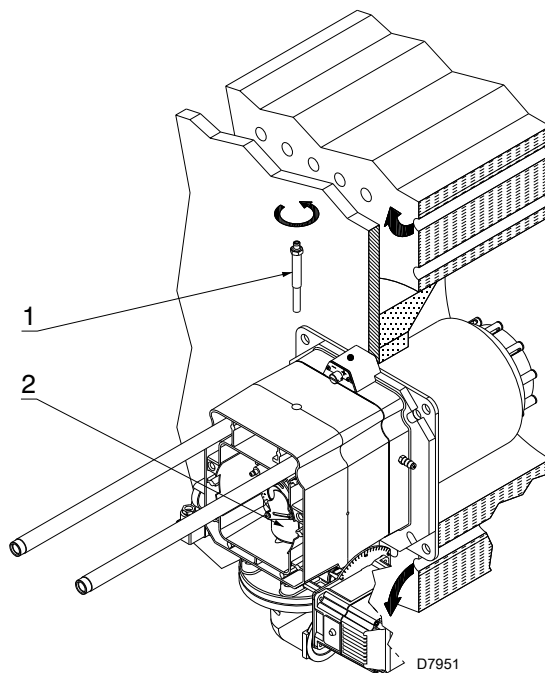

图 15
- 拆下螺丝 1)(图 15)
- 取出燃烧头内的部件 2)(图 15)，并调整它们。
安装进行到此处时,将燃烧头固定到锅炉上,如图 15 所示。这样很方便对燃烧头进行调节,并且该调节仅取决于燃烧器的最大出力。